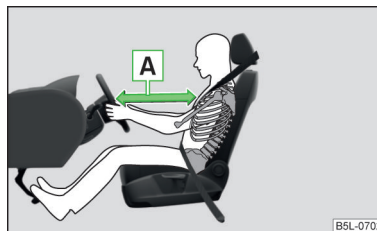

Fig. 9 Distanță sigură față de volan
- Atât pentru șofer cât și pentru pasagerul față este important să păstreze o distanță de aproximativ 25 cm față de volan, respectiv de planșa de bord [A] » fig. 9. Dacă nu se respectă această distanță, sistemul airbag nu își poate exercita eficiența maximă – Pericol! Pe lângă acestea, scaunele din față și tetierele trebuie să fie întotdeauna reglate în funcție de mărimea corpului.